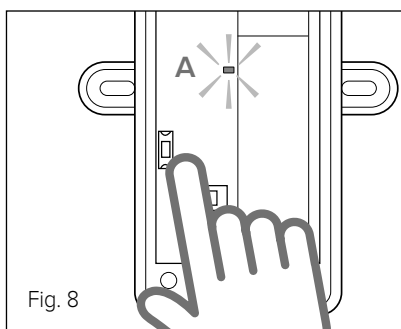

Fig. 8
- Apăsăți tasta de pe placa sondei externe până când LED-ul roșu A se aprinde pentru circa 2 secunde (Fig. 8).